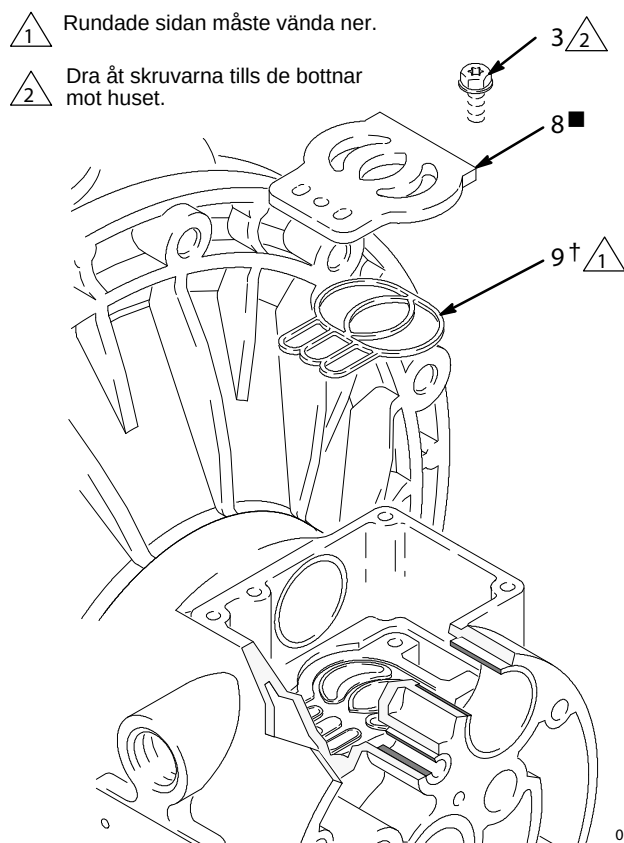

Fig. 10
5. Inspektera ventilplattan (8) där den sitter. Skruva bort de tre skruvarna (3) med en torx T20-skruvmejsel eller en 7 mm hylsnyckel, om ventilplattan är skadad. Ta bort ventilplattan (8) och, gäller endast aluminiummodeller, ta bort tätningen (9). Se **Fig. 10**.
2. På modeller med mittsektion av aluminium monteras ventilplattans tätning (9†) i spåret längst ner i ventilurtaget. Den rundade sidan på tätningen **måste vända ner** i spåret. Se Fig. 10.
3. Montera ventilplattan (8■) i urtaget. Plattan är vändbar på modeller med mittsektion av aluminium och båda sidor kan vändas uppåt. Skruva in de tre skruvarna med en torx-mejsel (T20) eller 7 mm (9/32") hylsnyckel. Dra åt skruvarna tills de bottnar mot huset. Se Fig. 10.